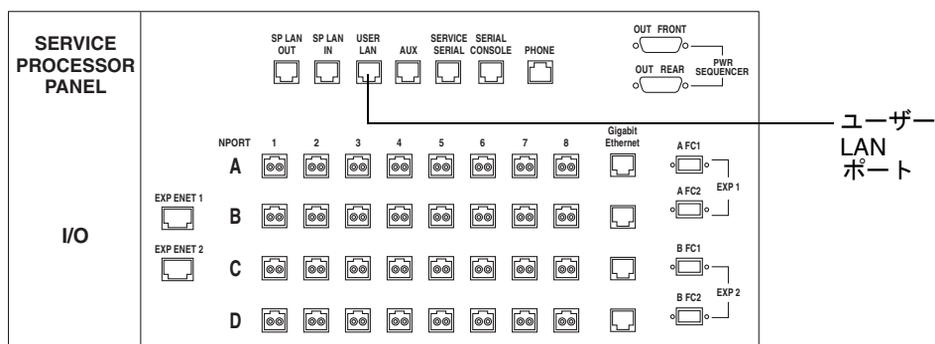

図 2-21 ローカルエリアネットワークへの接続
2. その RJ-45 ケーブルをサービスパネルの背面のユーザー LAN ポートに接続します (図 2-21)。